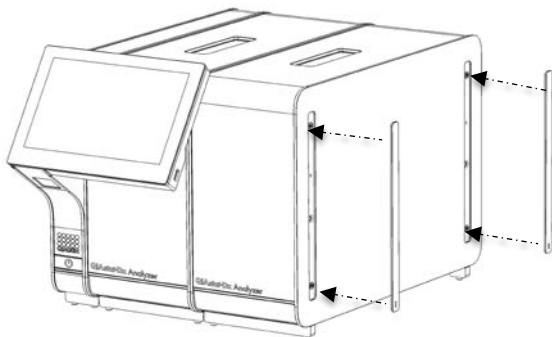

図 17. 追加の分析モジュールに保護カバーを再度取り付ける。
5. 追加の分析モジュールの側面に保護カバーを再度取り付けます（図 17）。